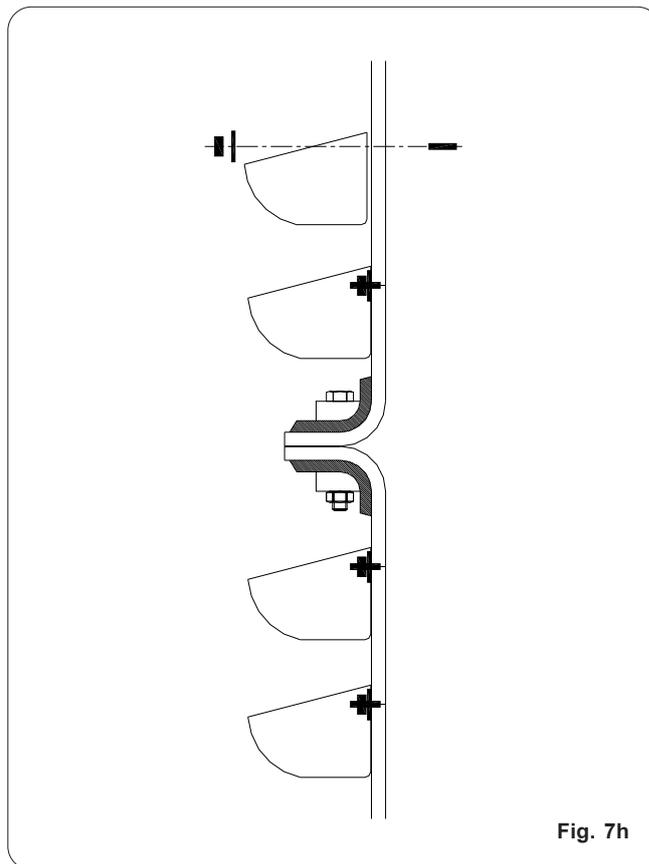

Fig. 7h
- Join the extremities of the belt to form a single ring using the appropriate clamps supplied with the machine (see Fig. 7h).
- Proceed with the mounting of the buckets on the belt, using the appropriate trunking section for mounting the buckets. The necessary bolts are of appropriate design with a flat head and double tips; the bolt heads must be levelled (see Fig. 7h).
- Die Enden des zu verschließen- den Bechergurtes vereinen, um einen einzigen Ring zu bilden. Dazu die mit dem Becherwerk gelieferten Klemmen verwenden, siehe Abb. 7h.
- Für die Montage der Becher auf dem Gurt das hierfür vorgesehene Gehäuseelement verwenden. Die erforderlichen Schrauben weisen eine besondere Form mit Flachkopf und doppelten Spitzen auf. Der Kopf der Schrauben zeigt zum Gurt (siehe Abb. 7h).
- Unir les extrémités de la bande pour former un anneau en utilisant les mors fournis avec la machine voir Fig. 7h.
- Monter les godets sur le tapis, en utilisant le fourreau spécial de montage des godets. Les boulons sont spéciaux à tête plate et doubles pointes; placer la tête des boulons comme indiqué (voir Fig. 7h).
- Unire le estremità del nastro a formare un unico anello utilizzando gli appositi morsetti forniti con la macchina vedi Fig. 7h.
- Procedere con il montaggio delle tazze sul tappeto, sfruttando l'apposita canna montaggio tazze I bulloni necessari sono di apposito disegno con testa piana e doppie punte; la testa dei bulloni va verso il tappeto(vedi Fig. 7h).